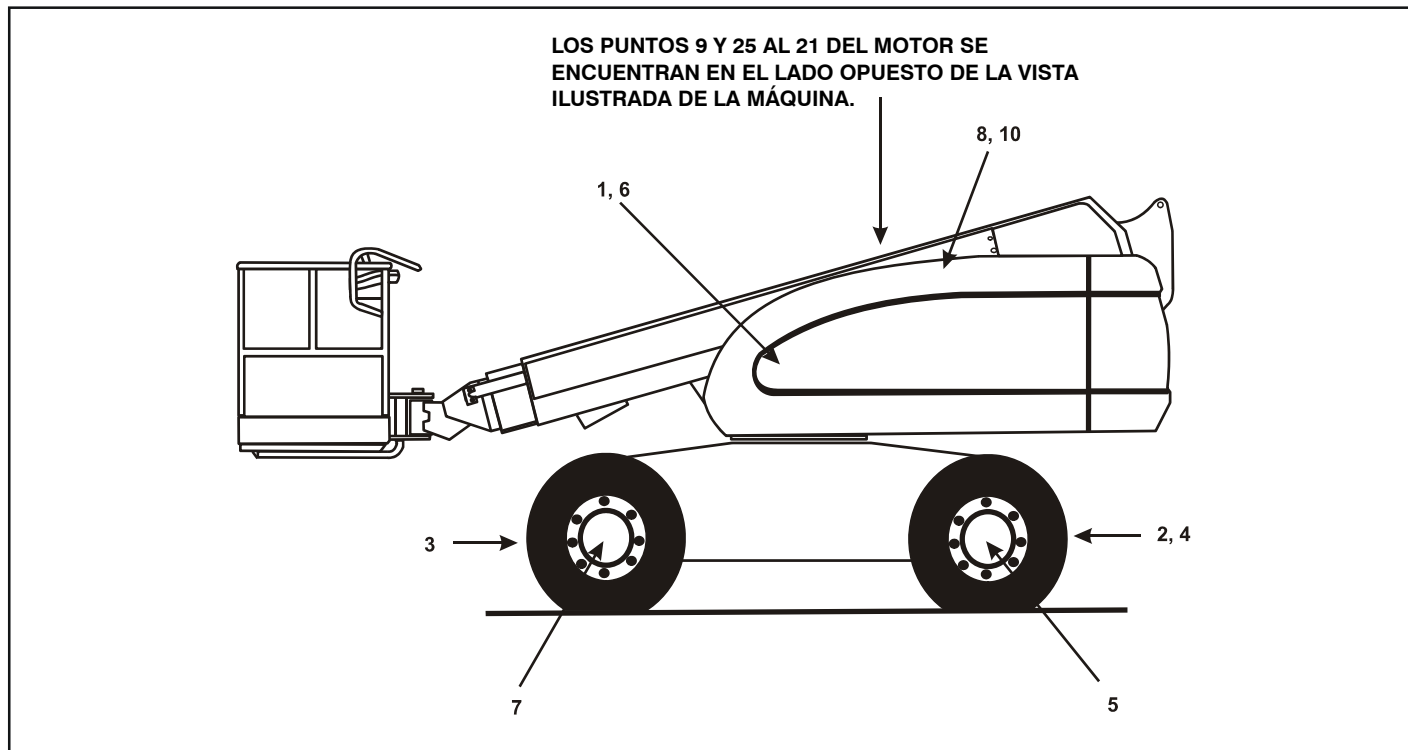

Figura 6-10. Diagrama de mantenimiento y lubricación por parte del
**NOTA:** Los números dados a continuación corresponden con los de la Figura 6-10., Diagrama de mantenimiento y lubricación por parte del operador.